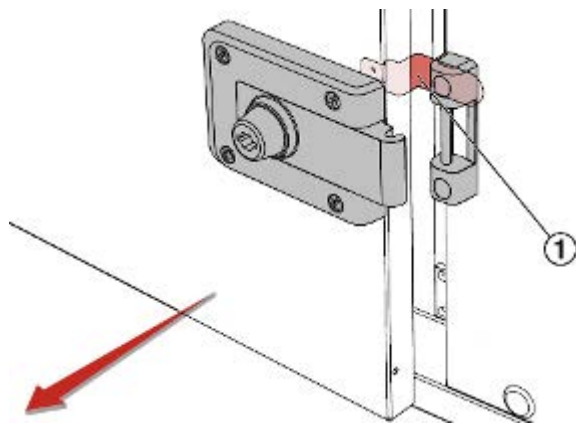

Fig. 13: Cierre de seguridad
3. ▶ Abra con cuidado la puerta de acceso hasta que quede atrapada por el cierre de seguridad ( Fig. 13 /1).